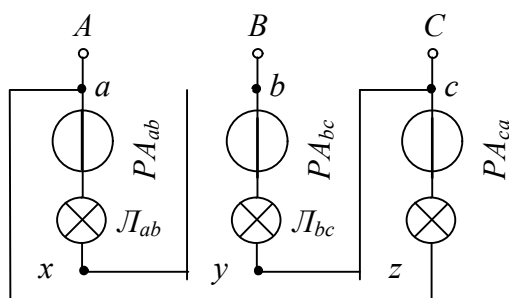

Рис. 17.10
4. Скласти електричне коло (рис. 17.10). Дослідити коло при симетричному навантаженні й обриві провідника у фазі *ab* (*SB 1* і *SB 2* розімкнені). Результати вимірювань записати в табл.17.4, п.1.